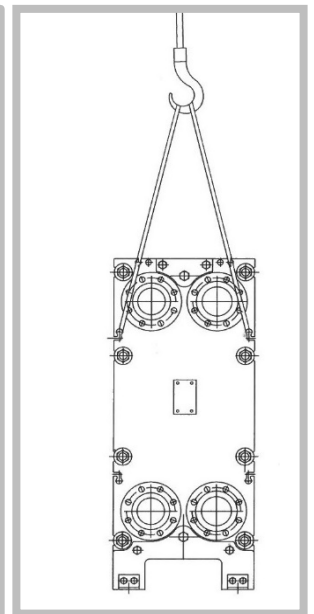

Abbildung 27
4. Senken Sie den PWÜ vorsichtig auf den Apparatefüßen ab (Abbildung 27).